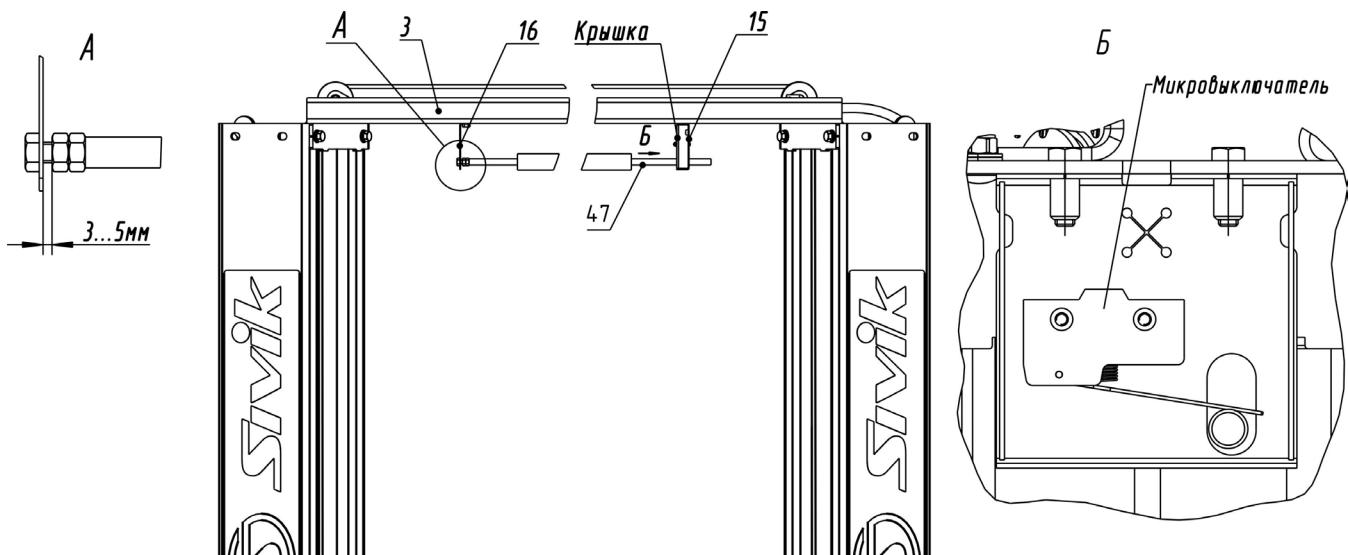

Рисунок 6.8 – Системы автоматического отключения привода насосной станции при касании автомобиля ограничительной дуги
6.12.2 Установить на перекладину 3 кронштейны 15 и 16 с помощью болтов M6x20 и гаек M6 (рисунок 6.8). Ограничительную трубку 47 продеть через кронштейн 15 (при этом флагжок микровыключателя должен быть над ограничительной трубкой) (рисунок 6.8 вид Б). Другой конец ограничительной трубы закрепить с помощью болта M8x25 и контргайки M8, выдержав зазор 3...5мм между контргайкой и кронштейном 16 (рисунок 6.8 вид А). Короткий кабель, выходящий из кронштейна 15 соединить с длинным кабелем, идущим в